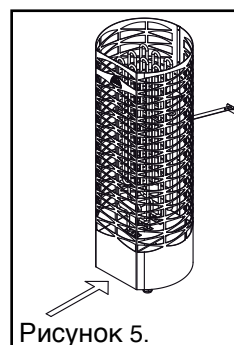

Рисунок 5.
- Переключатель тока управления находится внизу на передней стороне каменки. (См. рис. 5)